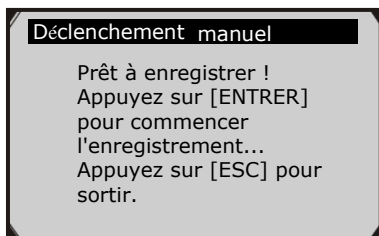

Figure 5.24
- Si le **déclenchement manuel** est sélectionné, l'écran suivant apparaît : (Figure 5.24)